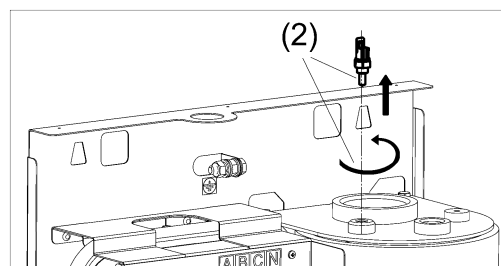

Рисунок 14. Замена датчика температуры теплоносителя
- (1) Отсоедините штекер от датчика.
- (2) Выверните датчик (см. рис. 14) из теплообменника.
- (3) Вверните новый датчик в теплообменник, при уплотнении резьбы используйте специальный резьбовой герметик.
- (4) Подсоедините штекер.
- (5) Проверьте герметичность установки датчика.
- (6) Проверьте надёжность контактов электрического подсоединения.